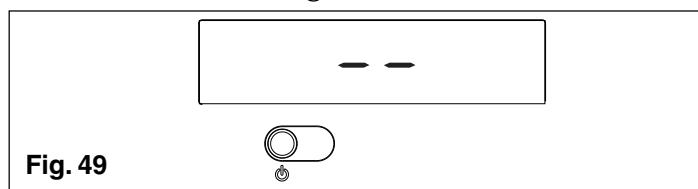
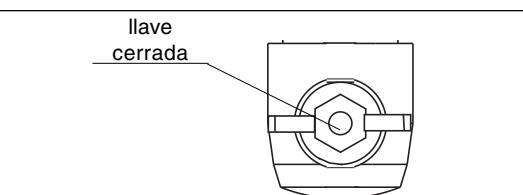

Fig. 49
Fig. 59
**⚠** La caldera se vuelve a encender en el estado en que estaba antes del apagado: si la caldera estaba en invierno cuando se apagó, se volverá a encender en invierno, si estaba en estado OFF, el visor digital visualizará en la zona central dos segmentos (fig. 49). Pulsar la tecla para activar el funcionamiento.
En caso de breves ausencias pulsar la tecla para apagar la caldera. El visor digital visualizará en la zona central dos segmentos (fig. 49). De este modo dejando activas la alimentación eléctrica y la alimentación del gas, la caldera está protegida por los sistemas:
En caso de ausencias prolongadas pulsar la tecla para apagar la caldera (fig. 49). El visor digital visualizará en la zona central dos segmentos. Posicionar el interruptor general de la instalación en "apagado". Luego cerrar la llave del gas situado debajo de la caldera, girando en el sentido de las agujas del reloj (fig. 59).